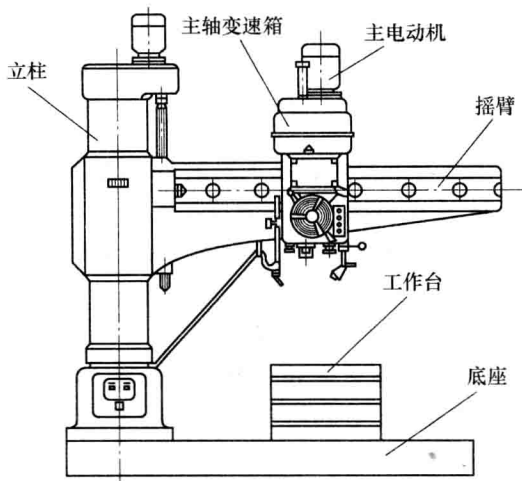

图 1-7 摇臂钻床
(3) 摇臂钻床 摇臂钻床是一种用来对大中型工件进行在同一平面内、不同位置的多孔系加工(钻孔、扩孔、铰孔、镗孔、铰孔、攻螺纹和铰端面等)的一种大型机械，如图 1-7 所示。